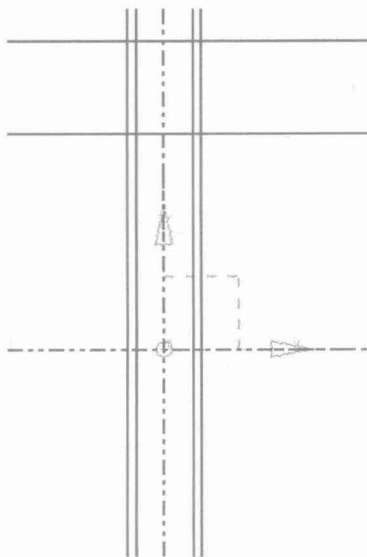

图 1-6 派生的线条
(5) 单击“特征”工具栏上的【派生的线条】按钮，拾取水平参考线，设置距离“54”，单击左键；设置距离“23”，单击左键。选择垂直参考线，分别设置距离“7”，设置距离“9”，单击左键、中键结束，如图1-6所示。